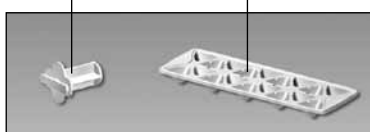

Figura 1 – Congelatorul și piesele accesorie
1.1 Congelatorul prezentat în figura 1 este destinat pentru congelarea alimentelor proaspete, pastrarea în coșuri a alimentelor congelate, pregătirea gheței comestibile.